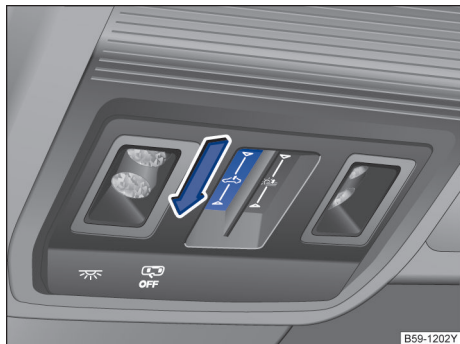

图 72 在顶棚中：关闭天窗
- 手指在功能按键  凹槽内沿箭头方向快速向前滑动一下→图 72。
- 自动运行：手指在功能按键  凹槽内沿箭头方向快速向前滑动一下→图 72。
- 触发防夹功能后 5 秒钟内按压  按钮向前滑动并保持，直至 → 图 72 天窗完全关闭。